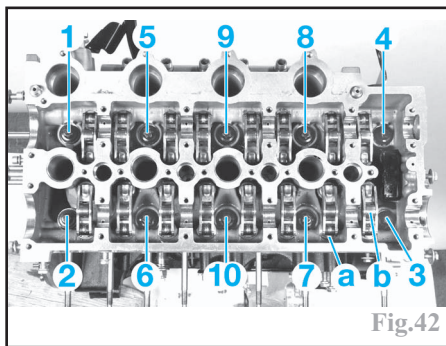

Fig.42
-tous les linguets (b) avec leur poussoir hydraulique (a) en repérant leur position (Fig.42).